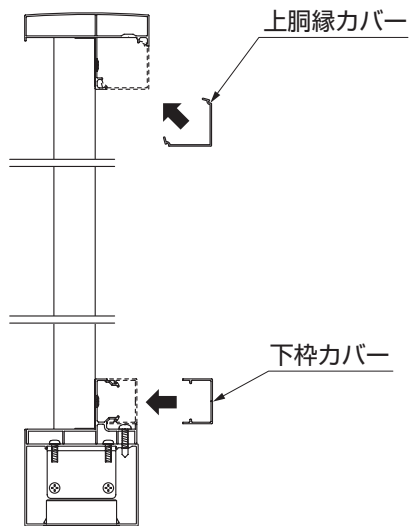

図5-15 A部詳細図
- ③上胴縁カバー、下枠カバーを細縦格子にはめ込んでください。(図5-15参照)